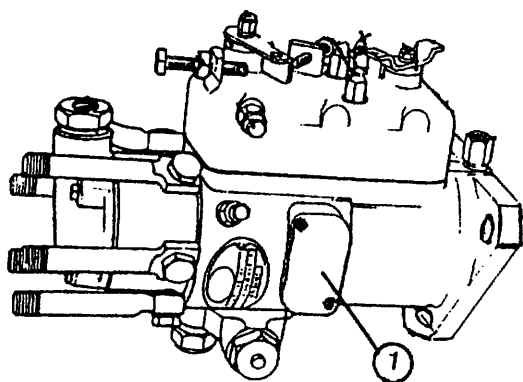

Fig. 10A.2-1
2. Conecte la boquilla del comprobador de inyectores a la salida (X) de la bomba, que corresponde a la alimentación del inyector núm. 1 (Fig. 10A.2-2 motor 2,25 l.), o bien a la salida (V) en el motor 6 cilindros (Fig. 10A.2-3).